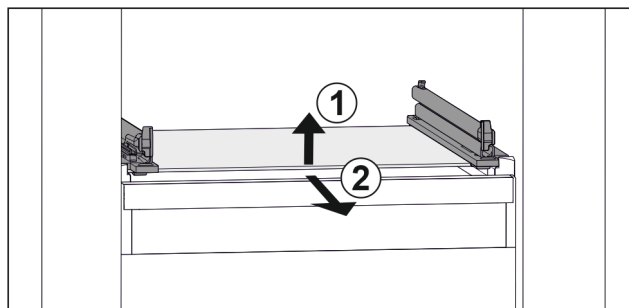

Fig. 149 Príklad zobrazenia sklenenej dosky
- Nadvihnite sklenenú dosku vpredu. Fig. 149 (1)
- Odoberte sklenenú dosku dopredu. Fig. 149 (2)